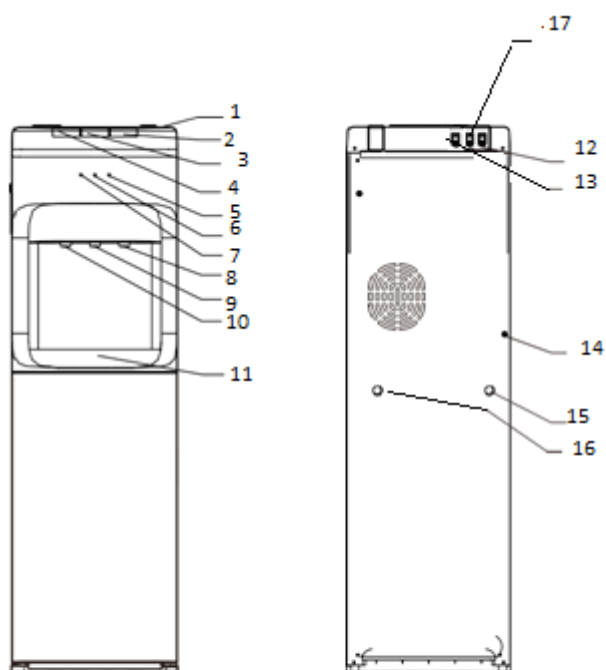

Рис.1 Наименование компонентов диспенсера
6. Подключите аппарат к бытовой электросети (**используйте розетку с заземлённым контактом и убедитесь, что выключатель нагрева 12 (красный, рис.1) находится в положении "выключен"!**).
7. Включите (средний выключатель 17(жёлтый), рис.1) насос аппарата, который закачивает воду из бутылки во внутренние баки. Необходимо подождать несколько минут пока все внутренние резервуары аппарата заполнятся водой. В течение этого времени насос будет работать непрерывно индикатор (поз.6, рис.1) будет гореть до тех пор, пока баки не наполнятся водой. Это нормально. После того, как вода из бутылки больше не заполняет баки аппарата индикатор низкого уровня воды (поз.6, рис.1) погаснет. Только после этого можно включить систему нагрева и охлаждения.
Когда горит индикатор низкого уровня воды (поз.6, рис.1) – замените бутылку.